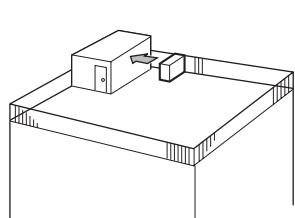

Fig. 2-3
- ① Coloque la salida de aire de frente a la pared más próxima a una distancia de unos 500 mm, 19-11/16 inch de ella. (Fig. 2-3)